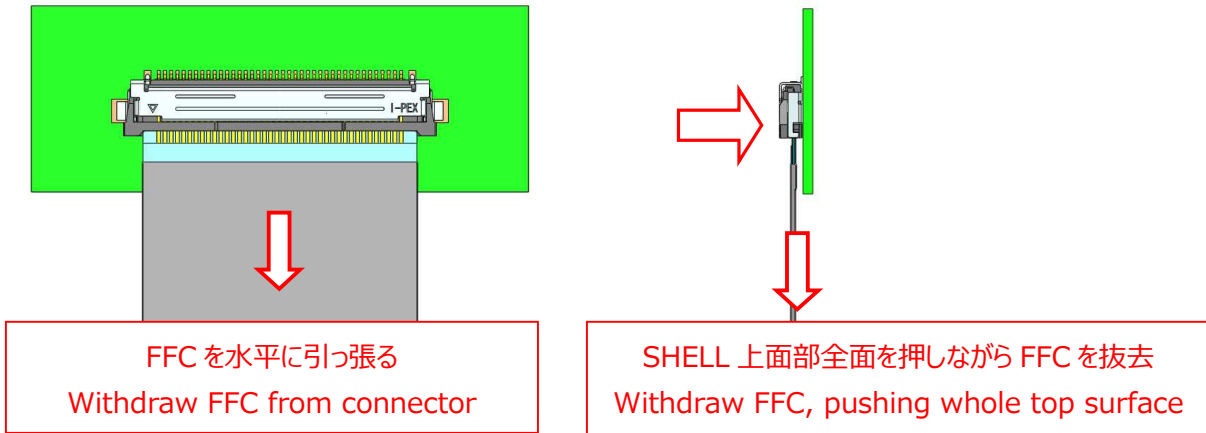

図. 4-2 FFC 抜去方法 2/ Fig.4-2 FFC withdrawing method 2
② 図 4-2 の様に、SHELL 上面部全面を押したまま FFC を嵌合間口に対し水平に引き抜く。
Withdraw FFC from the connector horizontally. (Fig.4-2)